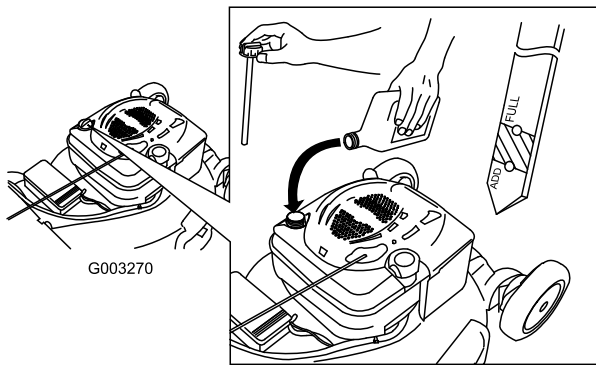

Figura 6
1. Retire la varilla (Figura 6).
2. Vierta **lentamente** aceite en el tubo de llenado hasta que el nivel llegue a la marca "Full" (lleno) de la varilla (Figura 6). **No llene demasiado.** (Capacidad máxima: 0,59 l (20 onzas), tipo: SAE 30W, aceite detergente con clasificación de servicio API SF, SG, SH, SJ, SL o superior.)